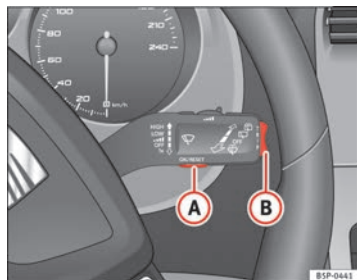
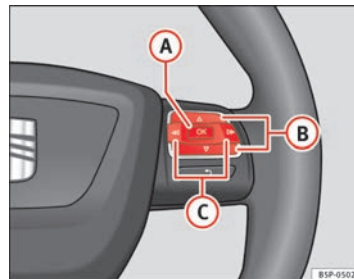

Fig. 43 Palanca del limpiacristales: tecla A para confirmar opciones del menú y tecla basculante B para cambiar de menú
Fig. 44 Mandos en volante: tecla A para confirmar opciones del menú y teclas B para cambiar de menú
⇒ **página 68, fig. 44** hasta que lo visualice en la pantalla. Ya está dentro de este menú.
- Para cambiar de una memoria a otra, pulse brevemente la tecla **[A]** ⇒ **página 68, fig. 43** ⇒ página 68 de la palanca del limpiacristales o la tecla **[OK]** del volante multifunción ⇒ **página 68, fig. 44** ⇒ página 68 con el encendido conectado. ▶
En el indicador multifunción puede consultar los siguientes datos accionando la tecla basculante **(B)** ⇒ **página 68, fig. 43** ⇒ página 68 de la palanca del limpiacristales o pulsando la tecla **(Δ)** o **(▽)** ⇒ **página 68, fig. 44** del volante multifunción*.